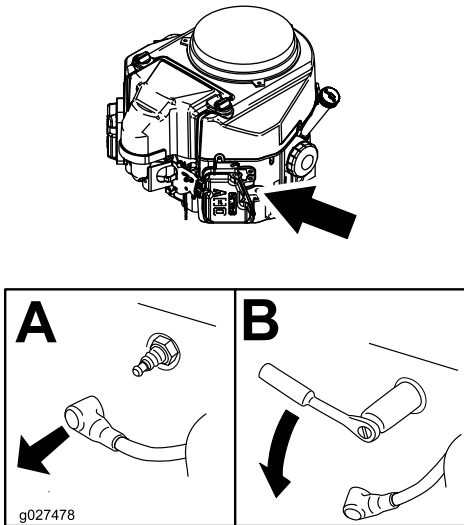

Figura 38
3. Localice y retire la(s) bujía(s), tal y como se muestra en la Figura 38.